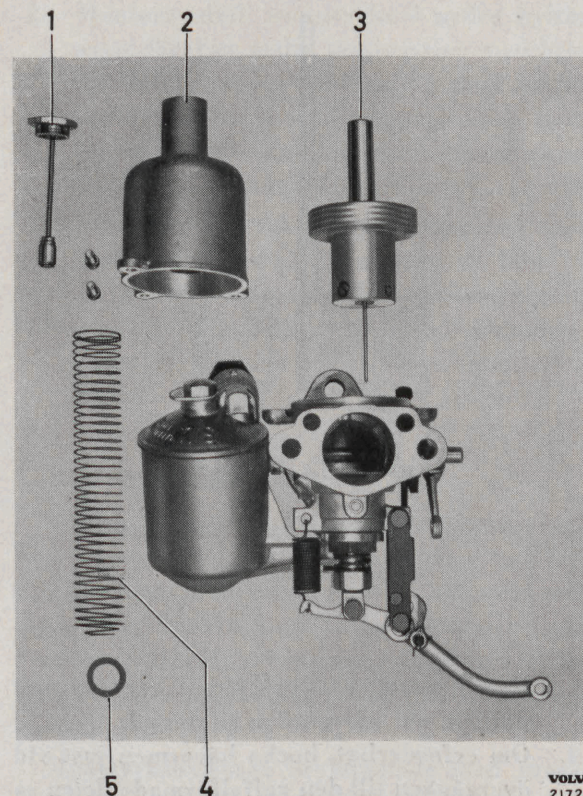

Bild 14. Vakuums-kammare isärtagen.
1. Demontera dämparen (1 bild 14) från vakuums-kammaren.